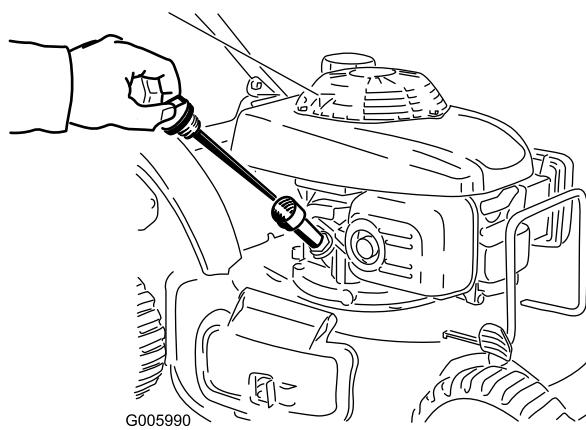

Bild 40
2. Ziehen Sie den Peilstab heraus (Bild 40).
4. Gießen Sie **langsam** Öl in das Einfüllrohr, prüfen Sie den Stand regelmäßig mit dem Peilstab, bis der Peilstab anzeigt, dass der Motor voll ist, wie in Bild 40 dargestellt. **Füllen Sie nicht zu viel ein.** (Max. Füllstand: 0,55 l des Typs: Waschaktives SAE 30-Öl mit der Klassifizierung , SH, SJ, SL oder höher durch das American Petroleum Institute (API).)